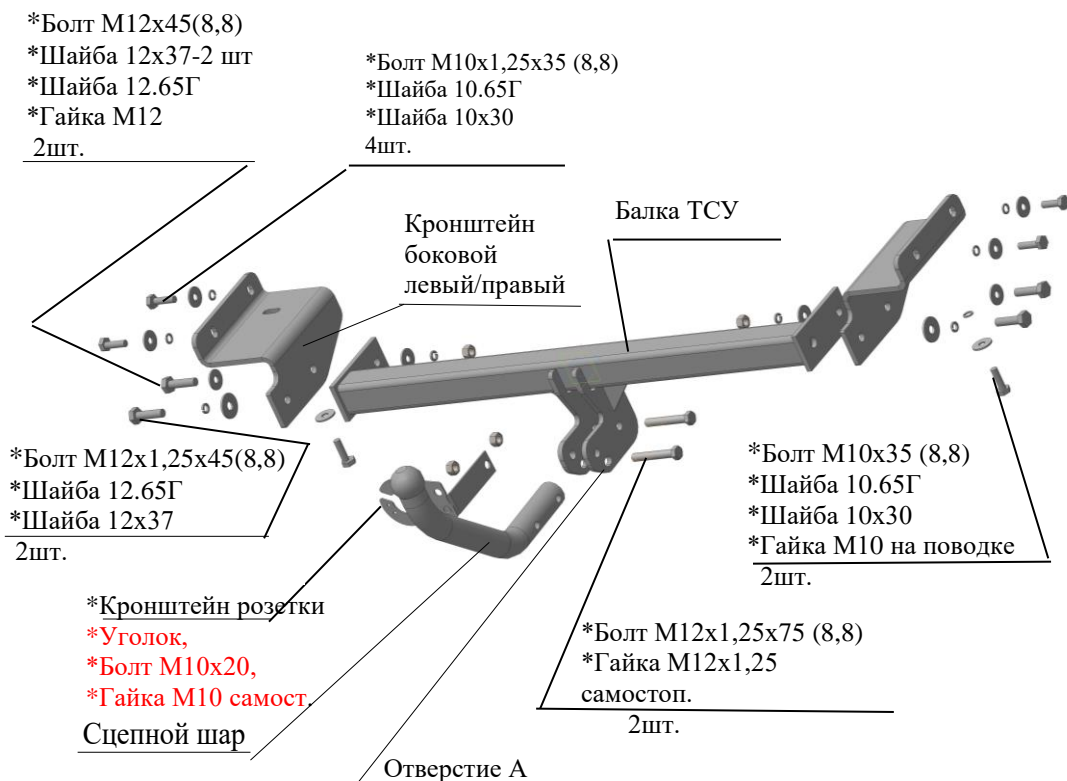

Рис.1 Тягово-сцепное устройство ТСУ 7261.
2.1 ТСУ 7261 в сборе (рис.1)	1 шт.
2.2 Пакет с комплектующими (см. рис.1)+ защитный колпак	1 шт.
4.2 Закрепить боковые кронштейны ТСУ (левый и правый соответственно рис.1) к боковым наружным полкам лонжеронов а/м болтами М10х1,25х35 используя гайки штатные, подложив под головки болтов шайбы 10.65.Г и шайбы 10х30. Закрепить кронштейны к нижним полкам лонжеронов болтами М10х35 и гайками М10 на поводке (на рис.1 условно не показаны), вставив гайки на поводке внутрь лонжеронов и подложив под головки болтов шайбы 10.65Г и шайбы 10х30. Крепеж не затягивать.